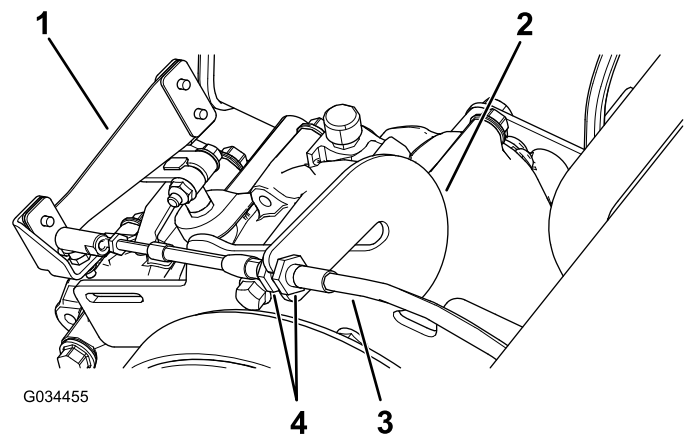

Figure 49
1. Desserrez les écrous de blocage sur le câble de sélection et ajustez-les selon les besoins (Figure 49).
2. Vérifiez la position de l'inverseur de marche en tournant le sélecteur aux 3 positions différentes et vérifiez que le levier (Figure 49) passe correctement à chaque position; voir Réglage de la position point mort de l'inverseur de marche (page 45).